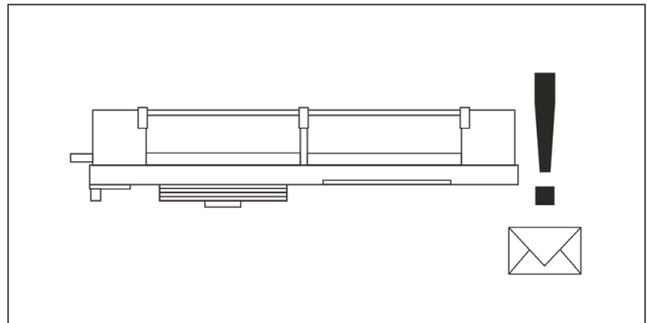

Abb. 8.4
3. Vergewissern Sie sich, dass der Luftkühler vollständig und unbeschädigt ist (Abb.8.4).